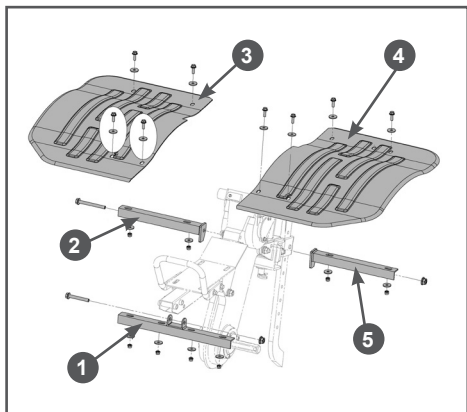

Рис. 12 Установка защитных крыльев
5. Установите на раму мотоблока передний 1 и задний 2 и 5 кронштейны защитных крыльев с помощью болтов и гаек из комплекта крепежа (Рис. 12).
6. Установите на кронштейны 1,2,5 крылья правое 3 и левое 4 защитные крылья, используя болты, шайбы и гайки из комплекта крепежа (Рис. 12).